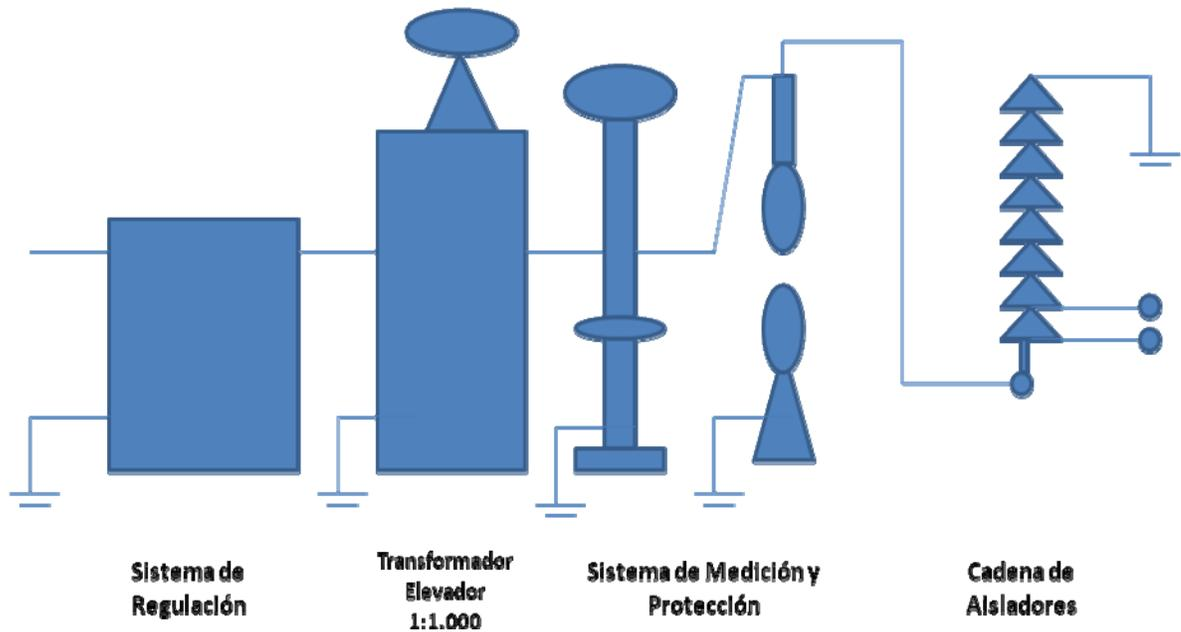

Figura 5.3. Esquema de conexión experimento 1.
- Conecte el sistema como se muestra en la figura 5.3.